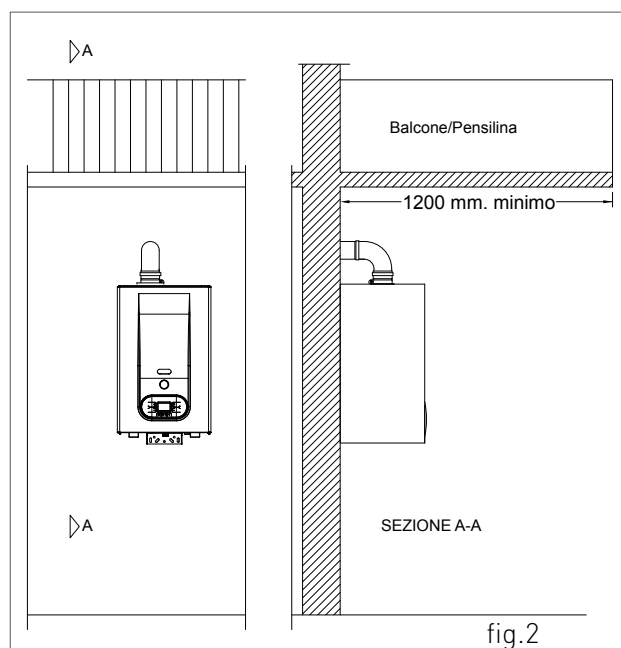

fig.2
Le caldaie sono in possesso del grado di protezione elettrica IPX4D. E' consentita l'installazione all'aria aperta in ambiente parzialmente protetto (pensilina, balcone - vedi fig. 2) in conformità alle relative norme. La Ditta non si assume nessuna responsabilità per installazioni in ambienti con temperatura inferiore a -10°C o non conformi a quanto sopra indicato.
2. agganciare le asole della caldaia negli appositi ganci (fig. 2);